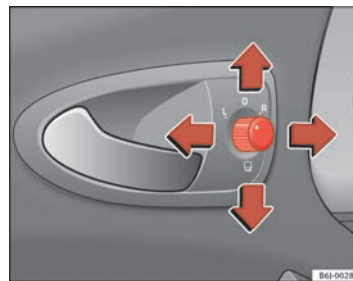

Abb. 66 Drehknopf für Außenspiegeleinstellung
1. Drehen Sie den Drehknopf ⇒ Abb. 66 zunächst in Stellung **L** (**linker Außenspiegel**).
- Drehen Sie den Drehknopf ⇒ Seite 113, Abb. 66 in Stellung , um die Außenspiegel anzuklappen. Sie sollten die Außenspiegel immer anklappen, wenn Sie eine automatische Waschanlage durchfahren, um Beschädigungen zu vermeiden.